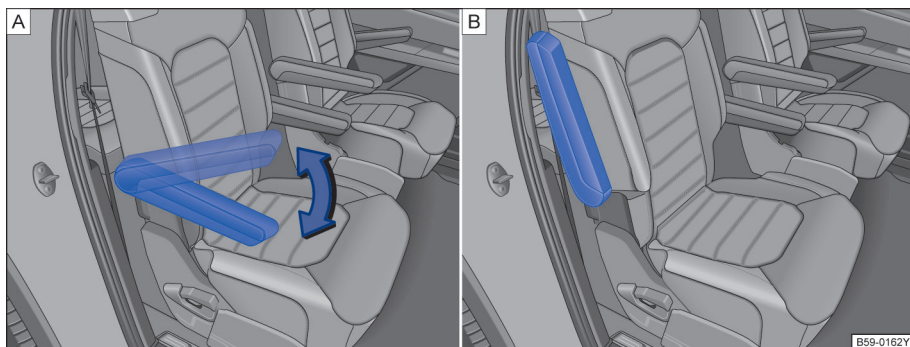

图 85 第二排座椅扶手调节
6 座车型的第二排座椅扶手高度可以在一定范围内进行调节。→ 图 85(A)
抬起扶手至较高位置后→ 图 85(B)，即可重新将其放低到最低位置。